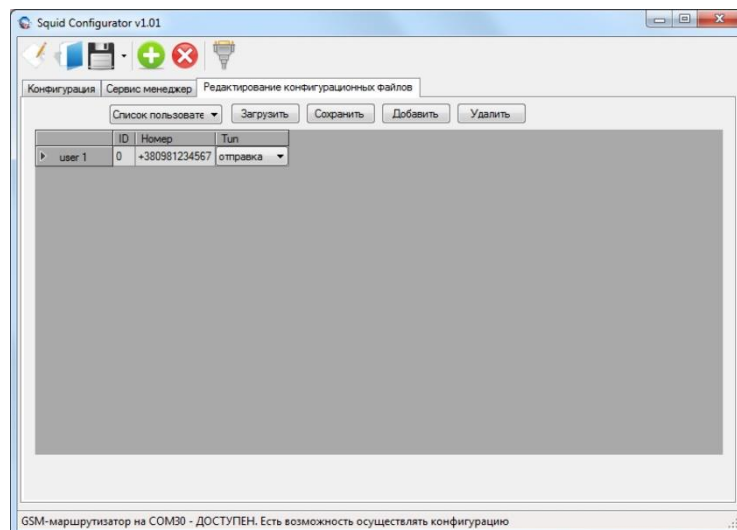

Рисунок 7.5.3 - Приклад налаштування файлу конфігурації СМС розсилки
2. У комбобоксі вибрати "Список користувачів" (див. рисунок 7.5.3).